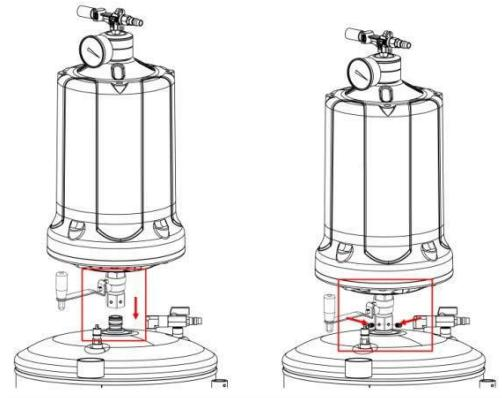

Рис.1
### **Установка мерной колбы (рис.1)**
1. См. рис.1, установите мерную колбу на бак с рукояткой сливного вентиля перпендикулярно баку.